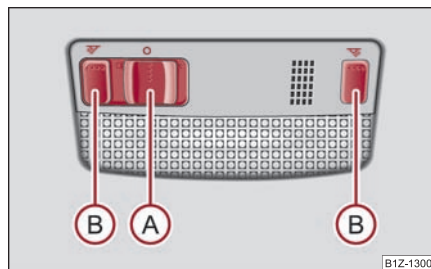

Fig. 61 Escotadura del revestimiento interior del techo: Luz interior delantera y posterior
- Pulsar el conmutador  hacia la izquierda; aparecerá el símbolo  => fig. 61.